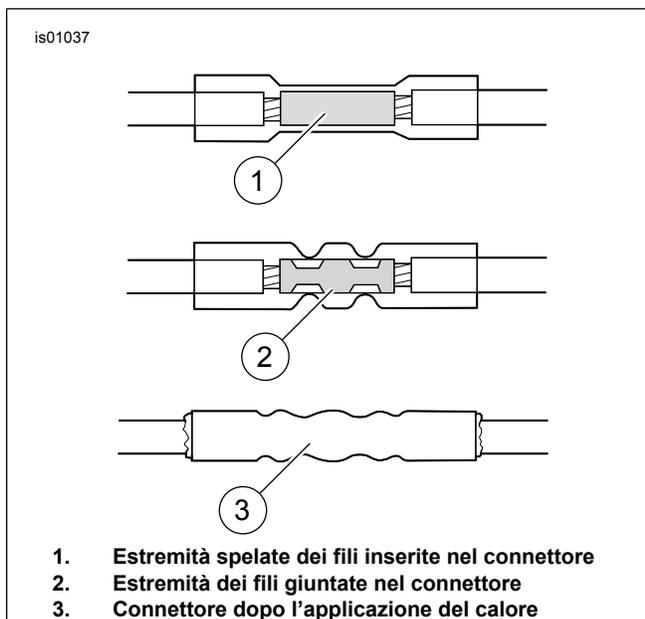

Figura 12. Connettori a giunto di testa a tenuta
3. Vedere Figura 12. Per ogni giunto, inserire le estremità dei fili nel connettore a giunto di testa come mostrato.